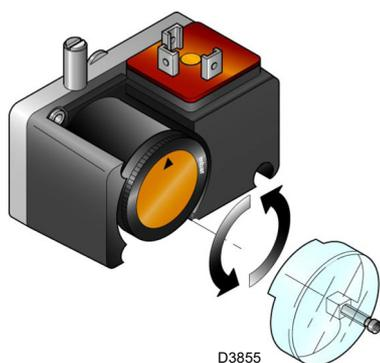

Abb. 34
- Regeln Sie den Druckwächter zur Kontrolle der Dichtheit (Kit PVP)(Abb. 34 auf Seite 33), wenn vorhanden, gemäß den dem Kit beiliegenden Anweisungen.
Den Gas-Mindestdruckwächter (Abb. 34) nach erfolgter Einstellung des Brenners, der Gasventile und des Stabilisators der Gasarmatur einstellen.